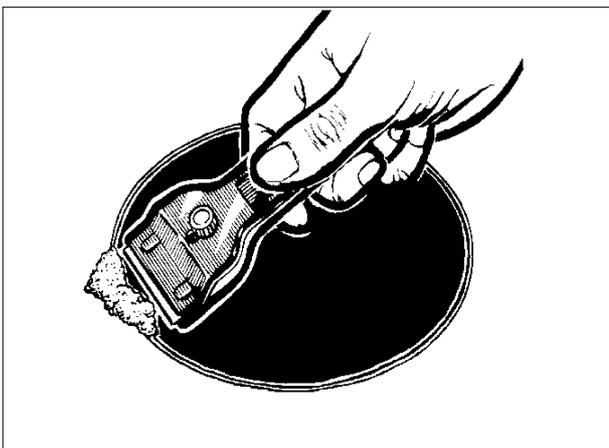

FIG. 2
- **Verbrennungen oder Verschmutzungen können mit einem speziellen Rasierklingschaber (Abb. 2) entfernt werden; beachten Sie, dass das Rasiermesser Wunden verursachen kann.**